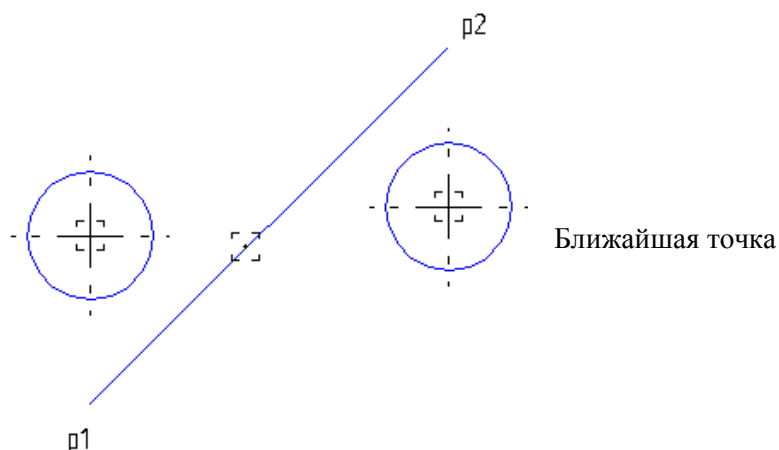

Рисунок 3.6 – До вправи №3.3
**Вправа № 3.3:** Виконайте геометричні побудови, як показано на рис. 3.6. Забезпечте симетрію центрів кіл відносно відрізка  $p1$ - $p2$ .
Кнопка **Симметрия 2 точек**, розташована на Панелі розширених команд параметризації точок, дозволяє встановити симетрію характерних точок об'єктів щодо відрізка (дзеркальну симетрію). Увімкніть кнопку і послідовно вкажіть відрізок  $p1$ - $p2$  (вісь симетрії), центральну точку лівого кола і центральну точку правого кола (див. рис. 3.6).